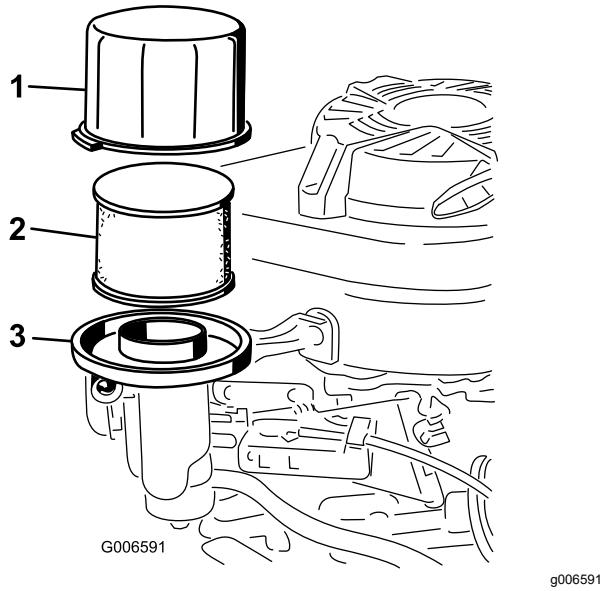

Figura 26
3. Retire la tapa y límpielala a fondo (Figura 26).
4. Retire el prefiltro de gomaespuma y el filtro de papel (Figura 26).
5. Retire el prefiltro de gomaespuma del filtro de papel (Figura 26) y sustituya el filtro de papel si está excesivamente sucio.
6. Vuelque la máquina, con el filtro de aire hacia arriba, para drenar el aceite en el recipiente (Figura 26).